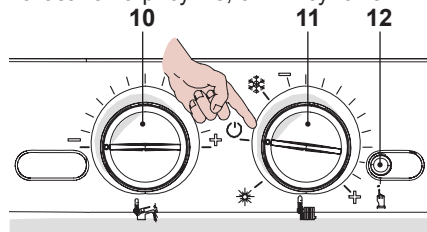

Рисунок 5.47
- Чтобы выйти из режима программирования, установите переключатель функций / регулятор температуры отопления 11, как показано на рисунке, см. Рисунок 5.47.